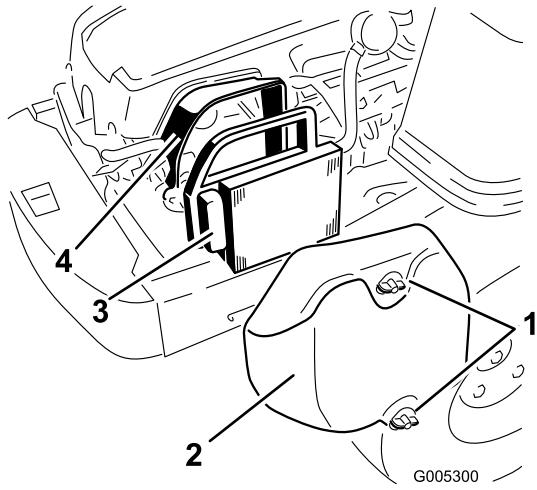

Figura 21
5. Instale el elemento del limpiador de aire con el lado plisado hacia fuera, y asiente la junta de goma en los bordes de la base del limpiador de aire (Figura 21).
6. Vuelva a instalar la tapa del limpiador de aire y fíjela con los dos pomos (Figura 21).
1. Retire la tapa del limpiador de aire (Figura 21).
2. Retire el elemento limpiador de aire con la junta de goma integral (Figura 21).